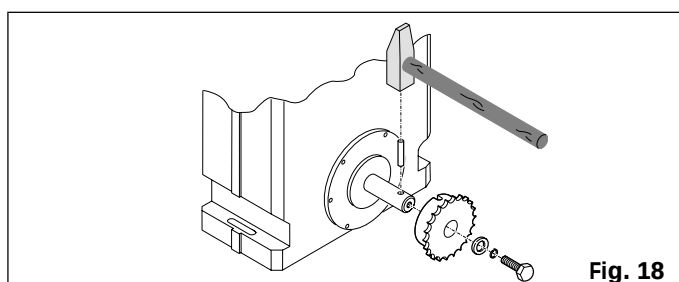

Fig. 18
4.5.1 MOD.820 EMC - 860 MC - 860 MC (Fig.18 et 19)